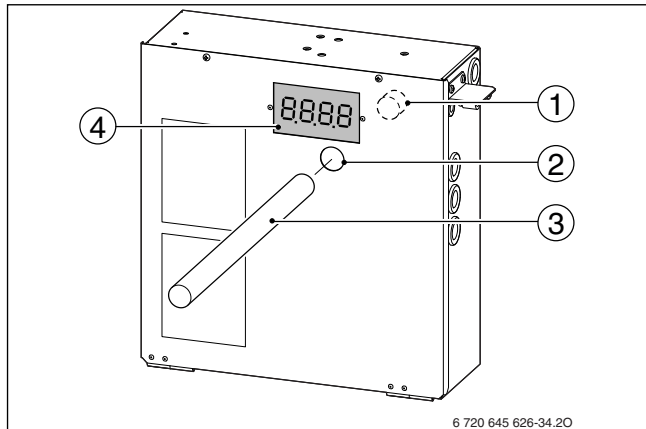

Bild 36 Deckel abnehmen
- Deckel [2] an der Öffnung am Steuergerät entfernen, z. B. mit einem Schraubendreher abhebeln (→ Bild 36).